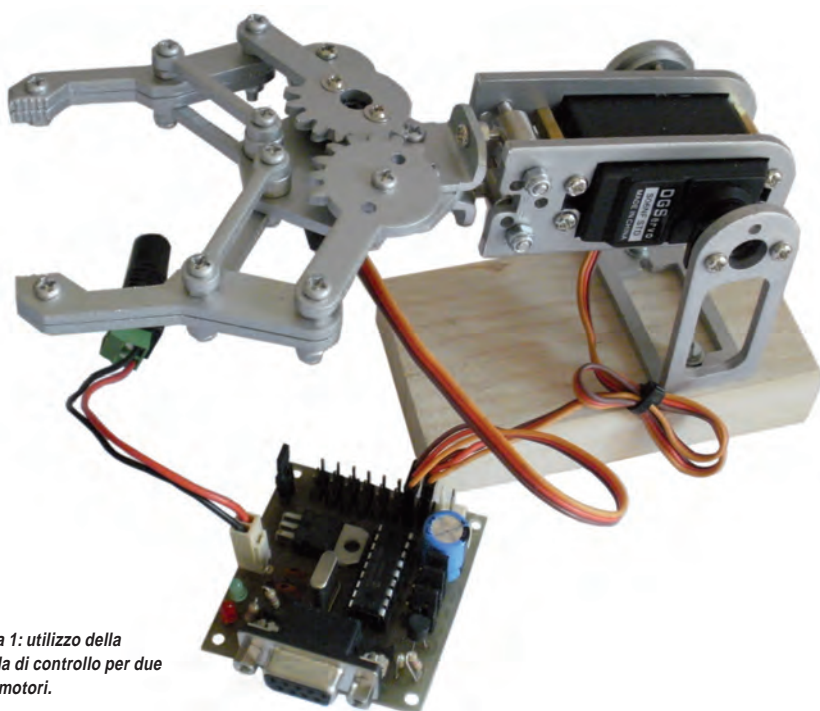

Figura 1: utilizzo della scheda di controllo per due servomotori.
**N**ella robotica per gli azionamenti sono molto utilizzati i servomotori (figura 1). Di solito questi si presentano come piccoli contenitori di materiale plastico da cui fuoriesce un perno in grado di ruotare in un angolo compreso tra 0 e 180° mantenendo stabilmente la posizione raggiunta (figura 2). Per ottenere la rotazione del perno è utilizzato un motore a corrente continua e un meccanismo di demoltiplica che consente di aumentare la coppia in fase di rotazione. La rotazione del motore è effettuata tramite un circuito di controllo interno in grado di rilevare l'angolo di rotazione raggiunto dal perno tramite un potenziometro resistivo e bloccare il motore sul punto desiderato.